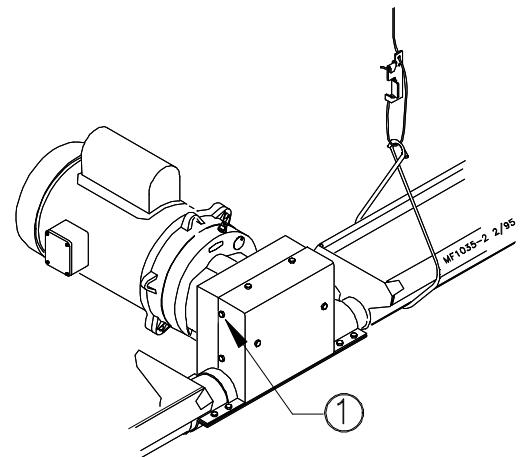

Figura 31. Instalación del protector de camada
1. Quitar el tornillo, como se muestra en la Figura 31, de cada lado del conjunto impulsor.